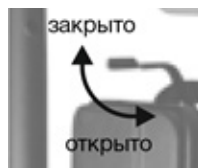

Рис. 2
3. Закрыть воздушную заслонку карбюратора, переведя рычаг воздушной заслонки в закрытое положение влево. После прогрева двигателя в течение 1-2 минут переведите рычаг воздушной заслонки в открытое положение вправо (Рис. 2).
6. После прогрева двигателя в течение 1-2 минут, перевести рычаг воздушной заслонки в открытое положение (Рис. 2).